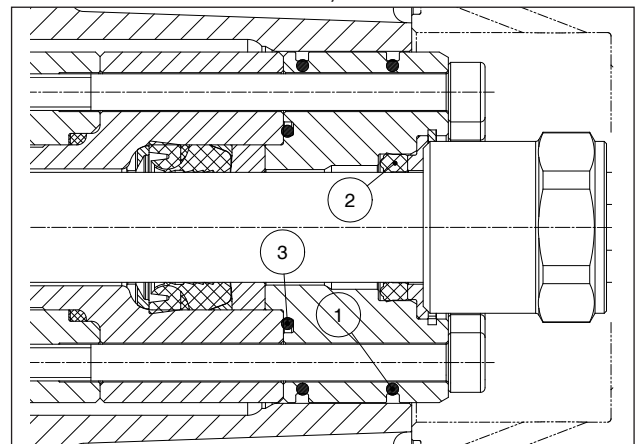
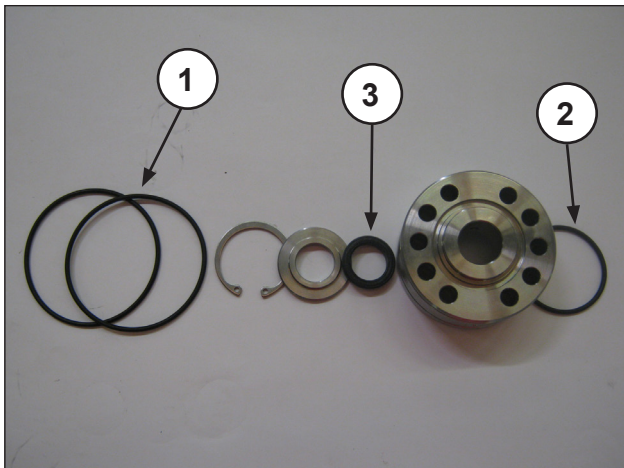

Abb. 141
Abb. 142
Bauen Sie den Dichtungshalter (Abb. 141 und Abb. 142) ein und tauschen Sie die Bauteile ①, ② und ③ aus.